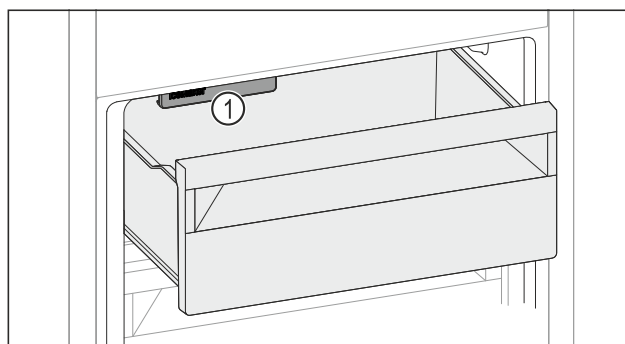

Fig. 162
- Observera IceMaker Fig. 162 (1).